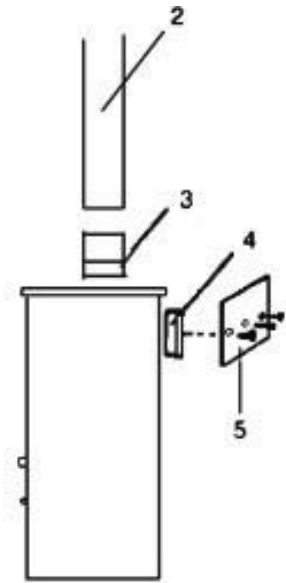

FIG 3
A 100 mm dal modulo isolante e a 1000 mm dal condotto di raccordo non isolante 2 (fig. 3). Il primo modulo isolante deve essere almeno a 400 mm dal soffitto.
2.5.1. Per un raccordo verso l'alto, tutti i moduli isolanti (fig. 3 et 8)
Attaccare il 1° modulo registro - registro SP-2. Attaccare quindi gli altri moduli DEVILLE referendosi alle istruzioni concernente i moduli di camino. L'ultimo modulo deve essere il modulo superiore S-1. Nel caso di un KS-151 utilizzare l'adattatore (fig. 8). Chiudere lo sfioratore di fumo posteriore con il coperchio 4 e la parete 5 (fig. 3).
2.5.2. Ricollegamento verso l'alto con tubi di raccordo non isolanti (fig. 3)